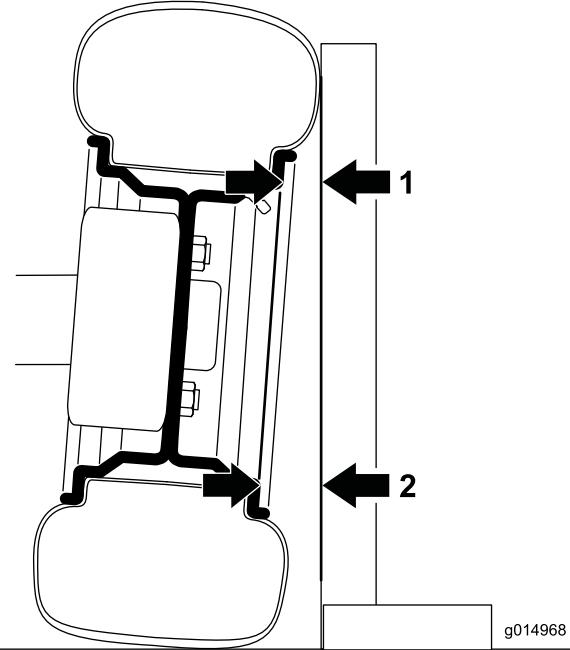

Рисунок 52
1. Чтобы проверить угол раз渲а, установите 90-градусный угольник на полу таким образом, чтобы вертикальная грань касалась лицевой поверхности шины (Рисунок 52).
2. Измерьте от той же части обода в верхней и нижней частях шины до угольника (Рисунок 52).